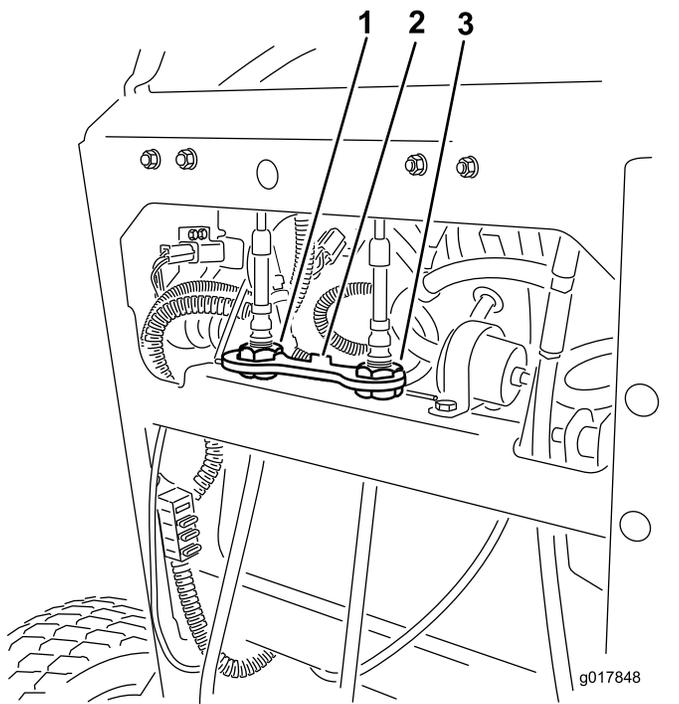

図 56
4. 右ケーブル調整器を回して、右側走行コントロールレバーがコントロールパネルのニュートラルロックスロットの中央にくるようにする **図 56**。